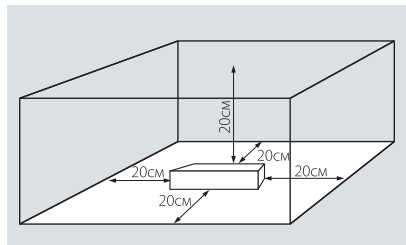

Рис. 3
- 4.2. Для естественной вентиляции обеспечьте свободное пространство вокруг источника питания не менее 20 см, как изображено на Рис. 3. При невозможности обеспечить свободное пространство, используйте принудительную вентиляцию.